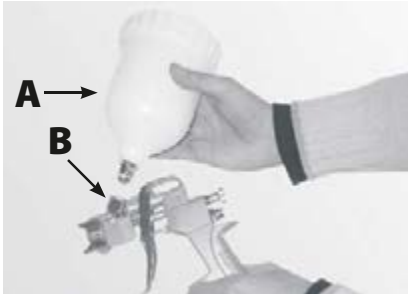

Рис. 5
3. Подведите стакан **A** под соответствующее гнездо **B** и вкрутите стакан в него (рис. 5). Проверьте, чтобы стакан прочно сидел в резьбе гнезда, иначе во время работы краска будет из него вытекать.
5. Тщательно очистите указанные части пистолета предназначенными для этой цели веществами. Очистите также гнездо, в котором стакан **A** крепится к корпусу пистолета (рис. 5).